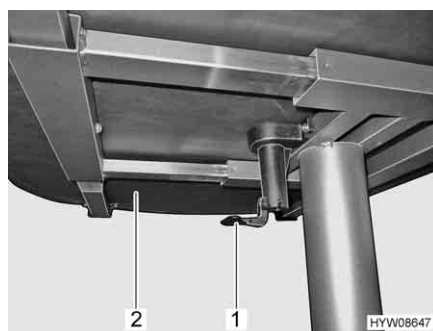

Fig. 80 Leva per spostare il piano del tavolo
- Tirare o spingere la leva (Fig. 80,1) verso il basso.
- Spingere il piano del tavolo (Fig. 80,2) nella posizione desiderata.